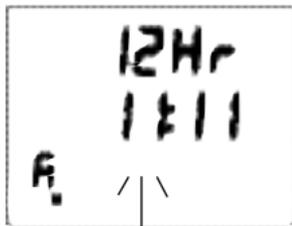

Fig. 40 - Réglage de l'heure
- Appuyer brièvement (moins de 2 secondes) sur le bouton A (dessus) sauvegarde le réglage du format de l'heure et mène au réglage des heures avec les heures clignotantes (Fig. 40).
- Appuyer sur le bouton S (côté) et le maintenir quand la valeur des heures clignote (Fig. 40) fait défiler les valeurs par intervalles d'une heure à la vitesse de 4 par seconde de 0: à 23: (ou 12: Am à 11: Pm en format 12 heures).